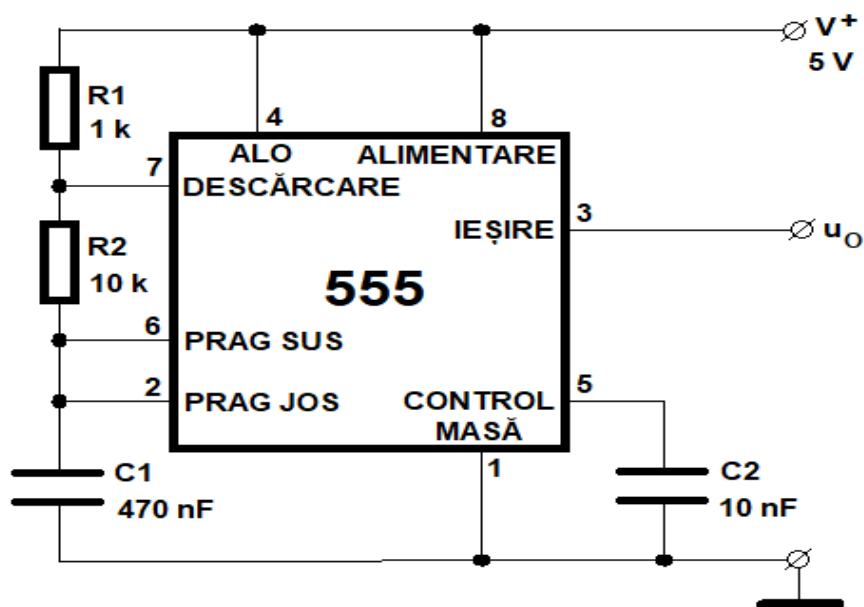

Fig. 2.
- Precizați tipul de semnal u_0 obținut la pinul IEȘIRE al circuitului integrat 555 și tipul circuitului electronic din fig. 2.